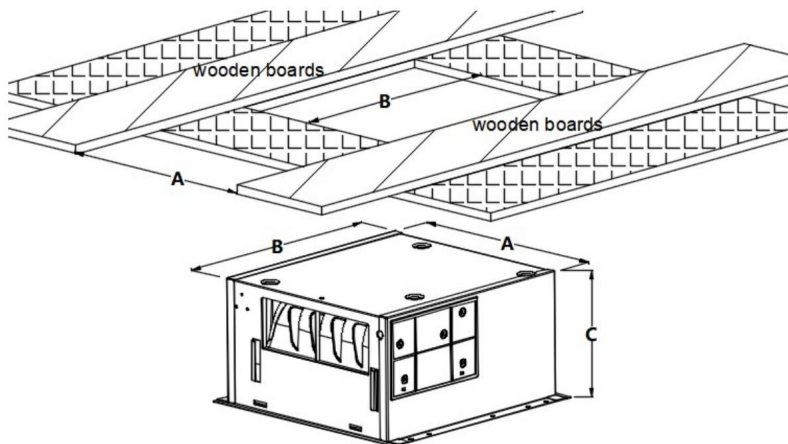

Fig.2.
3. Fäst två träskivor med en tjocklek på över 15 mm och rikta in de skurna hålen. Överensstämmer med installationsriktningen som visas i diagrammet. (Se bild 2.)